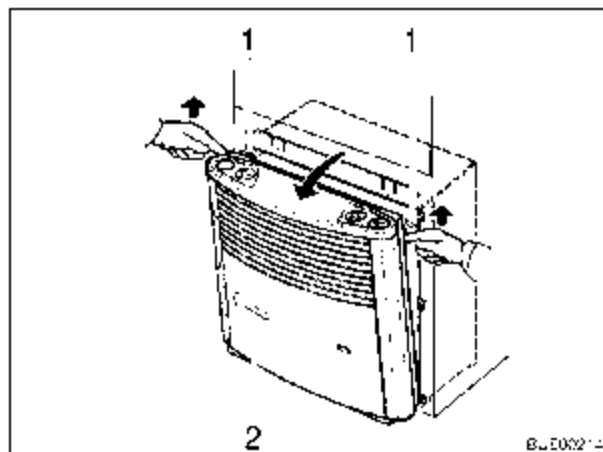

Fig. 91 Extraer el revestimiento de la calefacción
- Retirar el revestimiento de la calefacción (Fig. 91,2). Para ello, tirar del revestimiento por arriba hacia delante, presionar los muelles de sujeción (Fig. 91,1) lateralmente y tirar hacia delante del revestimiento.